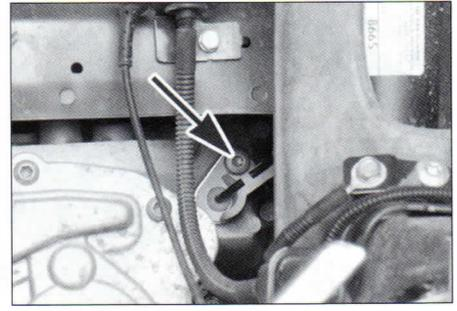

FIG. 4
- Por el paso de rueda izquierdo, desmontar el tornillo de fijación del cable de marcha atrás y separarlo (fig. 4).